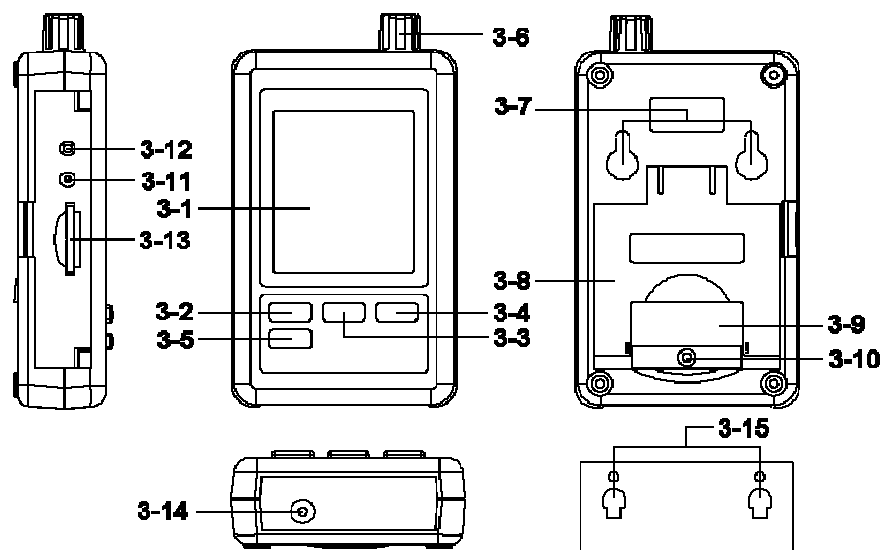

Fig.1
* Dévissez la "Vis du couvercle de la batterie " (3-10, Fig. 1) et retirez le "Couvercle de la batterie " (3-9, Fig. 1) du mesureur.
2) L' " Ecran " (3-1, Fig. 1) montrera la valeur de l'humidité et celle de la température détectées par le capteur d'humidité / Température (3-6, Fig. 1).
Préparez une carte de mémoire " SD " (de 1 GB à 16 GB, optionnel), insérez la carte SD dans " la fente de la carte SD " (3-13, Fig. 1) en suivant le sens correct.
Appuyez sur la touche " Logger (3-2, Fig. 1) > 2 secondes sans cesse, jusqu'à ce que l'écran indique "DATALOGGER", lâchez la touche " Logger " (3-2, Fig.1), les données de mesure avec l'information temporaire se gardent dans le circuit de mémoire.
Pendant l'exécution de la fonction de l'enregistreur de données (l'écran indique " Datalogger "), appuyez sur la touche "Logger " (3-2, Fig. 1) sans cesse pendant deux secondes jusqu'à ce que l'indicateur de l'écran " DATALOGGER " disparaisse, lâchez la touche " Logger " et la fonction de l'enregistreur de données finalisera.
Appuyez sur la touche " Time " (3-3, Fig. 1) > 2 secondes sans cesse, l'écran LCD indiquera l'information de l' Année / Mois / Jour, Heure / Minute /Seconde et la valeur d'échantillon.
- 1) Après avoir exécuté la fonction Data Logger, retirez la carte SD de la " fente de la carte SD " (3-13, Fig. 1).
Quand vous n'êtes pas dans la fonction de l'enregistreur de données, appuyez sur la touche " SET " (3-5, Fig. 1) sans cesse pendant 2 secondes pour accéder au "Mode de Configuration", puis lâchez la touche " SET " et ensuite appuyez une fois sur la touche " SET " (3-5, Fig. 1) jusqu'à ce que la séquence des sept fonctions principales apparaisse: